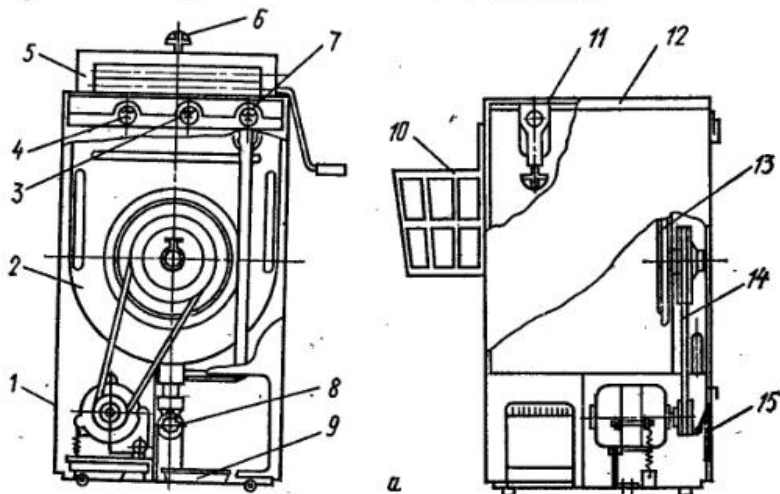
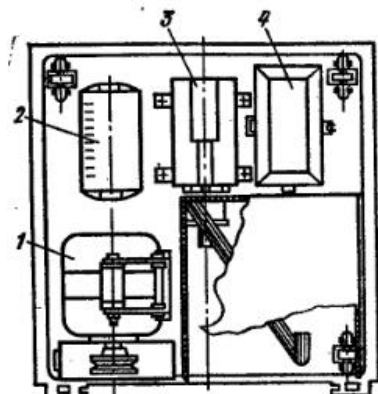

Рис. 94. Общий вид стиральной машины «Русалка»:
Рис. 95. Стиральная машина «Русалка» (вид снизу):
**СТИРАЛЬНАЯ МАШИНА «РУСАЛКА» ТИПА СМР-2.** Предназначена для стирки, полоскания и отжима изделий из различных видов тканей и трикотажа. Машина состоит из прямоугольного корпуса 1 (рис. 94, а), передняя часть которого съемная, что упрощает сборку и облегчает ремонт машины. Нижняя часть корпуса выполнена в виде поддона, на котором установлены двигатель 1 (рис. 95), реверсивное электронное устройство 2, электронасос 3 и конденсатор 4.
Стиральный бак 2 (см. рис. 94) машины соединен с корпусом при помощи винтов. На внутренней стенке бака имеется отметка, указывающая на необходимый уровень воды для стирки и полоскания. Стирка белья осуществляется за счет реверсивного вращения активатора 13, который расположен на боковой стенке бака и приводится во вращение двигателем посредством клиноремной передачи 14. Во время работы стиральный бак закрывается крышкой 11.
Электрическая схема машины приведена на рис. 94, б. Уровень звука 66 дБА.